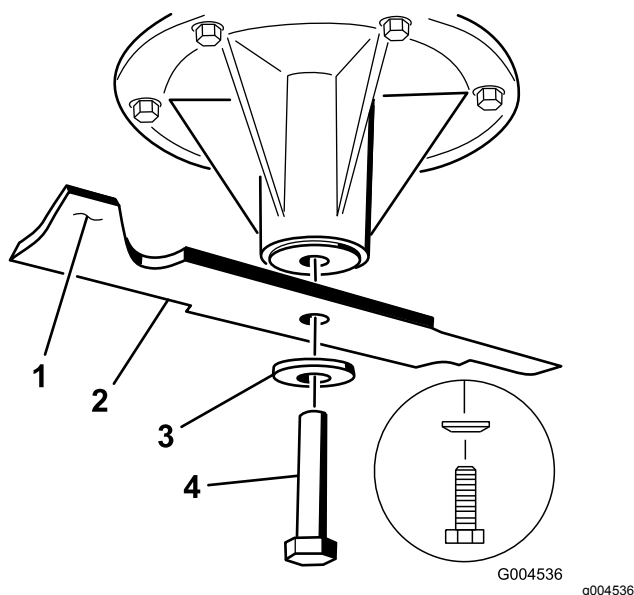

Figura 108
- Montate la lama sull'asse del fusello (Figura 108).
- Montate il disco elastico e il bullone della lama (Figura 108).